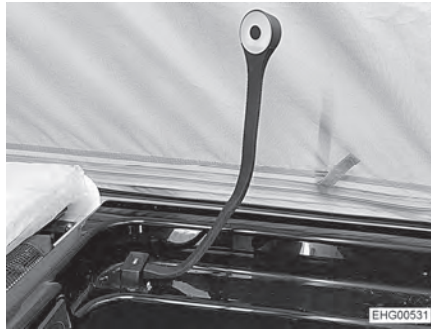
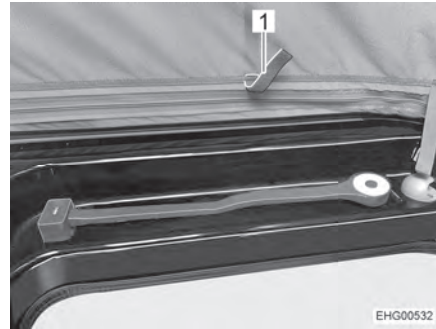

Bild 65 Schwanenhalsleuchte, Betriebsposition
Bild 66 Schwanenhalsleuchte, Transportposition
- Schwanenhalsleuchte von Betriebsposition (Bild 65) in Transportposition (Bild 66) zurückführen.
- Zeltstoff an den dafür vorgesehenen Laschen (Bild 66,1) nach innen ziehen.